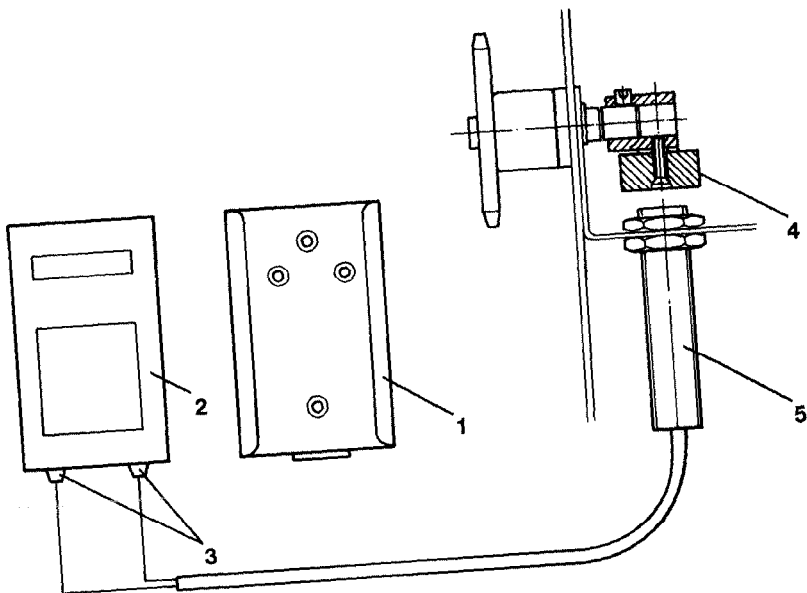

Fig. 5
- Die Einschubhalterung (Fig. 5/1) an geeigneter Stelle im Schlepper befestigen.
- Chassis (Fig. 5/2) in die Einschubhalterung (Fig. 5/1) einstecken.
- Beide Stecker des Hauptanschlußkabels in die Buchsen (Fig. 5/3) des Chassis einstecken. Die Wahl der Buchsen ist freigestellt.
Bei allen Eingaben in den h 1056 ist darauf zu achten, daß der Magnet (Fig. 5/4) nicht vor dem Fühler (Fig. 5/5) steht.